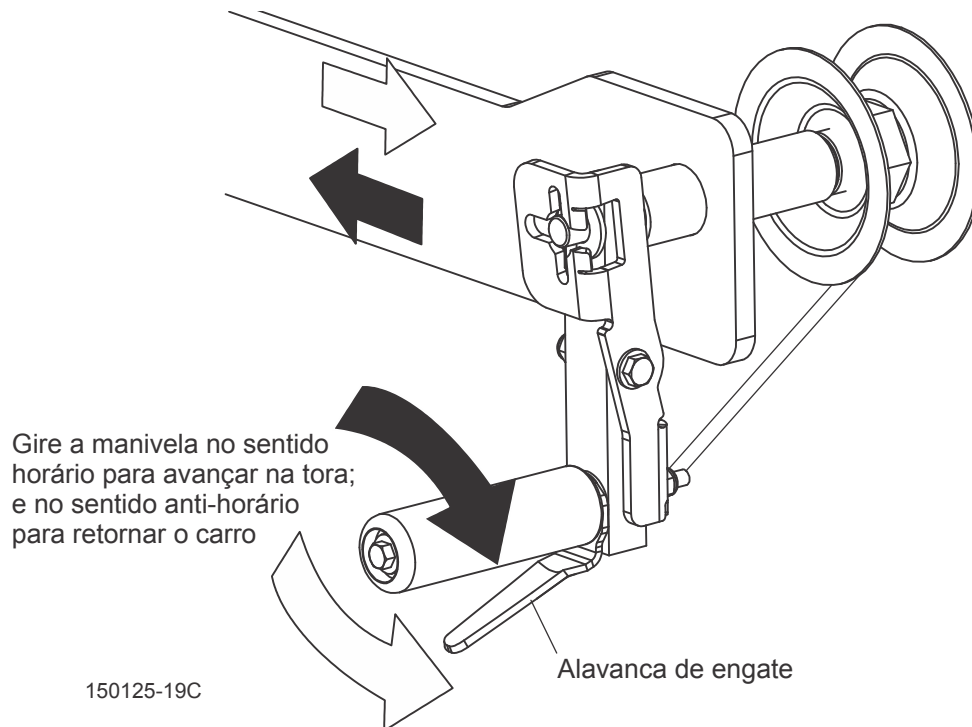

FIGURA 5-6
**Consulte a figura 5-6.** Pressione a alavanca de engate e gire a manivela de alimentação no sentido horário.